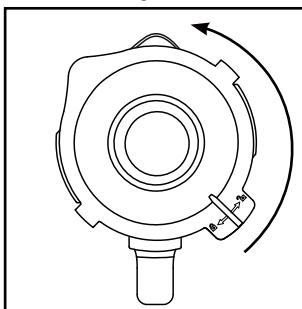

Fig. 1
- 1) Tournez le bol mixeur ③ dans le sens anti-horaire jusqu'à ce que la flèche ▼ située sous la poignée du bol mixeur se trouve sur la position ④. Détachez le bol mixeur ③ tout droit vers le haut du bloc moteur ⑥.
- 2) Retirez le couvercle ② en le tournant dans le sens anti-horaire en direction de la position ⑤ (voir fig. 1), jusqu'à pouvoir le retirer par le haut.
- 3) Remplissez le bol mixeur ③ au minimum jusqu'au trait inférieur de la graduation ⑧ et au maximum jusqu'au repère MAX. Pour d'excellents résultats, nous recommandons les quantités maximales suivantes :